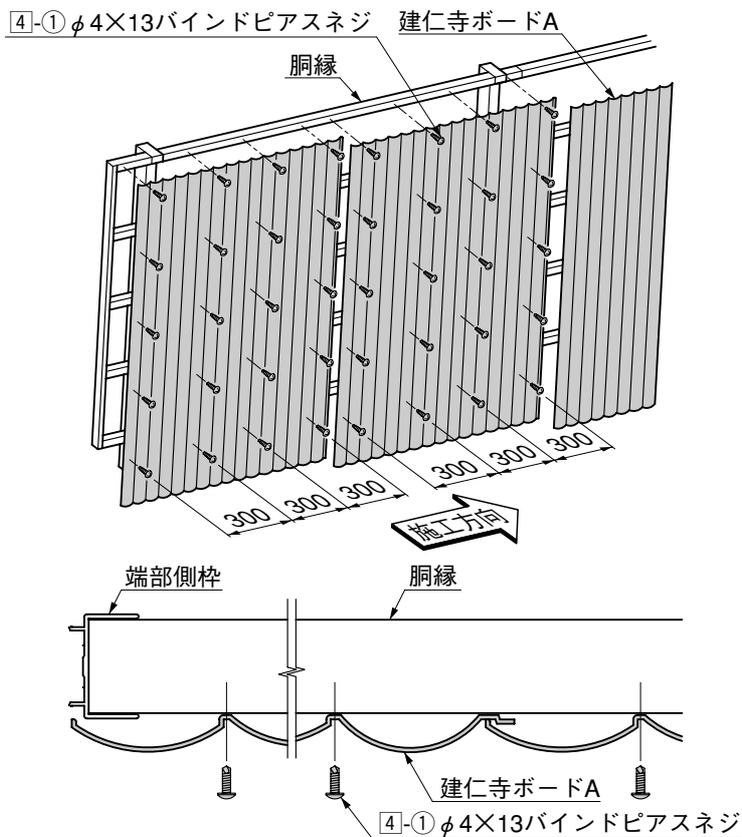
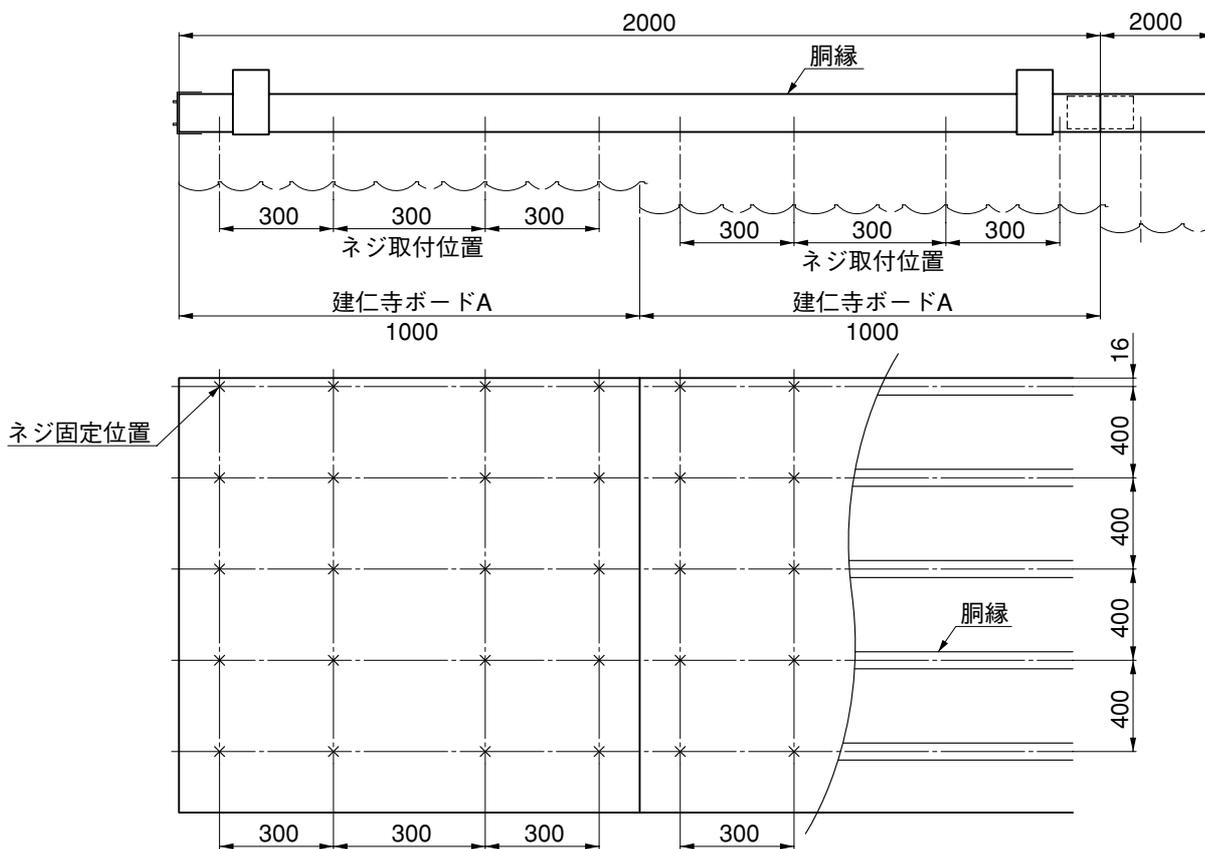

図3-1 建仁寺ボードA固定位置
図3-2
① 図3-1、図3-2を参照して、建仁寺ボードAを胴縁へ4-1で固定してください。